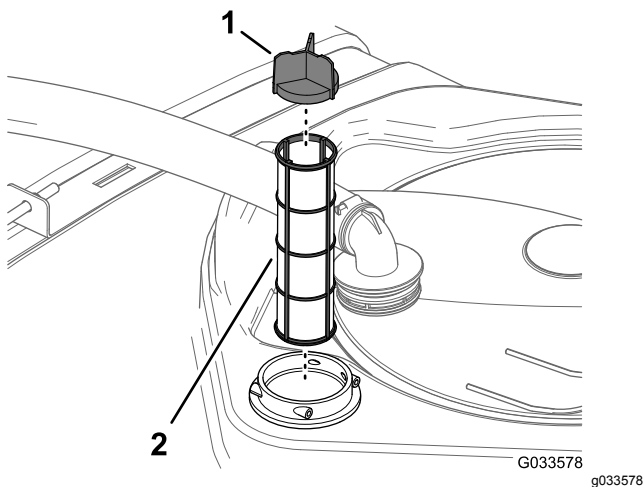

Figura 105
4. Retire o filtro de sucção antigo da estrutura do filtro no depósito (Figura 105).